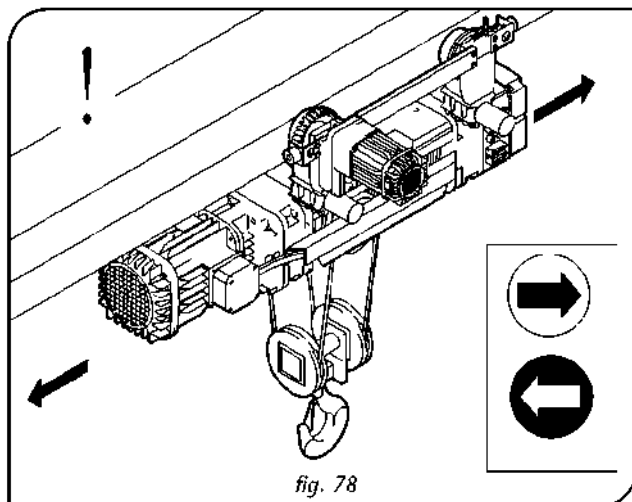

fig. 78
- Jeśli wciągarka jest wyposażona w wózek elektryczny aktywować przyciski "prawo/lewo" (rys. 78) i sprawdzić, czy wózek porusza się w odpowiednim kierunku